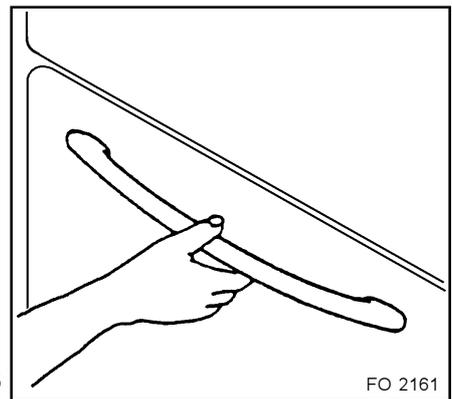

Fig. 6
- placez le thermostat sur le repère MAX (250) et le sélecteur sur la position ;
**Pour ouvrir la porte du four, empoignez toujours la poignée au centre (fig. 6).**